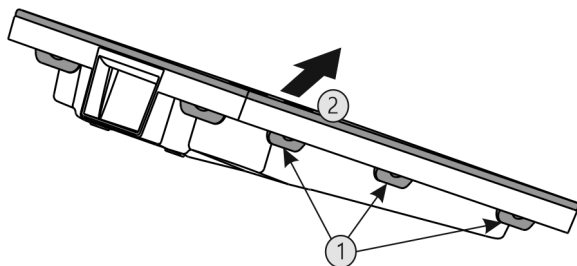

Fig. 53
- ▶ Alle Laschen Fig. 53 (1) nacheinander drücken und die Abdeckung Fig. 53 (2) entnehmen.